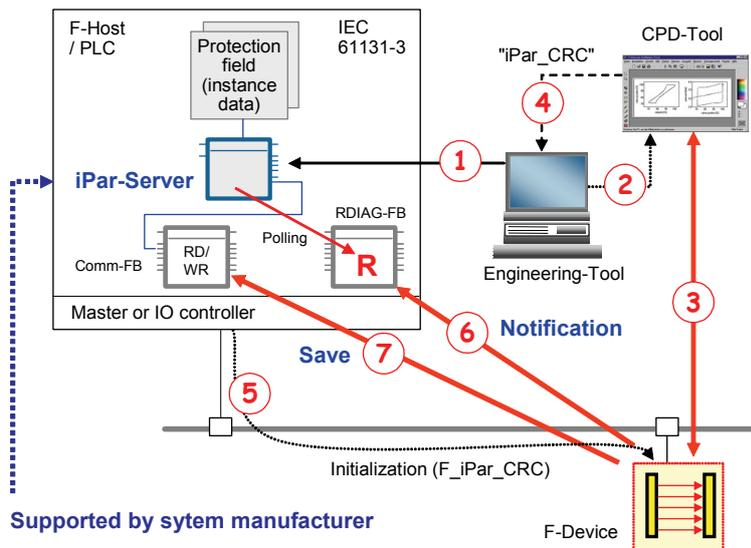

Fig. 11 - Principe de fonctionnement du serveur d'iParamètres (iPar-Server)
La Fig. 11 illustre les grandes étapes du dispositif. Parallèlement à la configuration du réseau et au paramétrage d'un équipement F, une fonction *iPar-Server* (1) est instanciée. L'équipement F est capable de passer en mode d'échange de données tout en utilisant un état sûr (FV). L'outil CPD correspondant peut être lancé, à partir de l'outil de développement (2), par une interface appropriée de type TCI (*Tool Calling Interface*) ou FDT (*Field Device Tool*), diffusant au moins